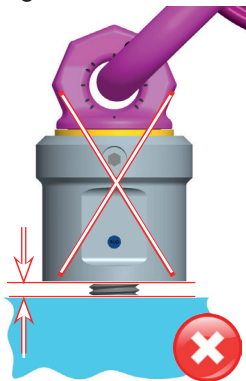

Abb. 5: Der Anschlagpunkt muss vollständig eingeschräubt sein.
- Die überstehende Gewindelänge muss an die Einschraubsituation angepasst werden, so dass die Auflagefläche des Anschlagpunktes anliegen kann (Abb. 5).